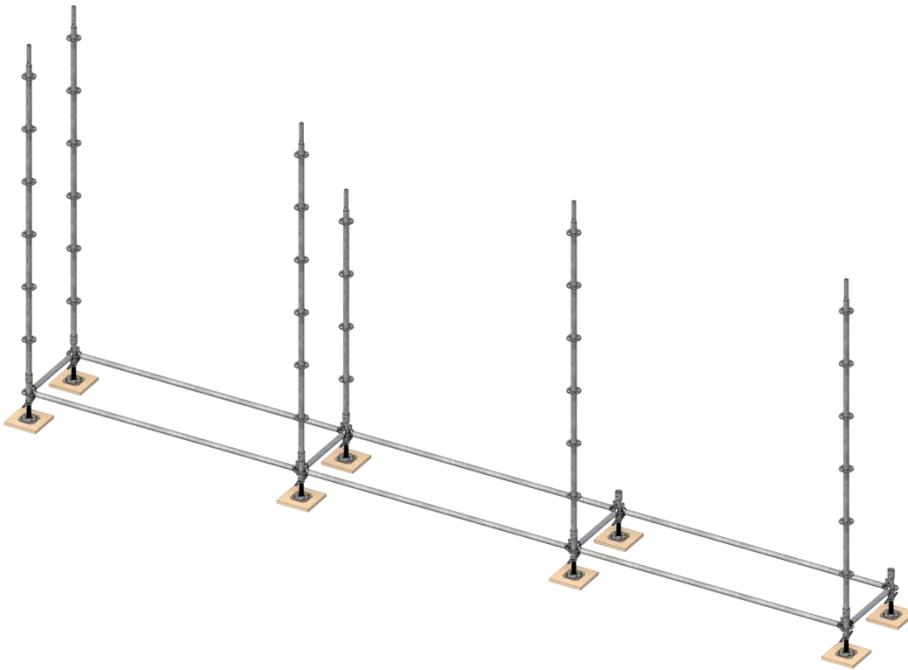

Figure 9.3
9.5 Insérer les montants dans les vérins de base en plaçant des montants de 3 mètres côté extérieur de l'échafaudage et des montants de 2 mètres côté intérieur, voir figure 9.3.